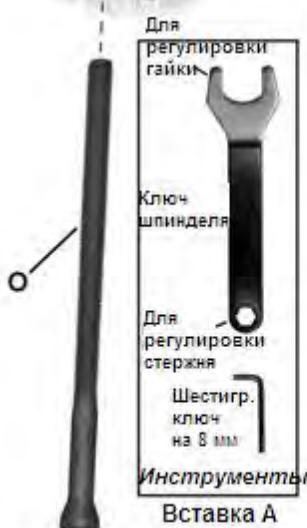

Рисунок 14
См. Рисунок 14.
- Найдите фиксатор шпинделя (L, Рис. 14), доступ к которому можно получить через дверь с правой стороны шкафа. Вытяните и поверните на 90 ° вправо или влево, установив ручку в углубление.
- Попытайтесь повернуть узел шпинделя (B, Рис. 14) вручную, чтобы убедиться, что он заблокирован и не вращается.
- Вытяните фиксатор шпинделя (L, Рис. 14), доступ к которому можно получить через дверь с правой стороны шкафа. Поверните на 90° вправо или влево, установив ручку в углубление.
* См. Рисунок 14